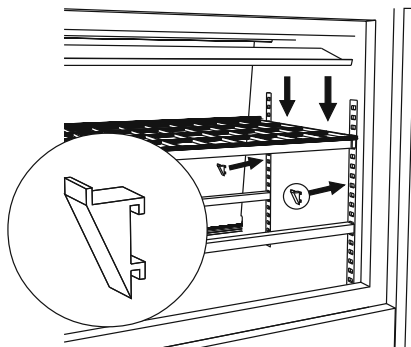

Рис.2
- 3.установить экспозиционные полки (см. рис.2)